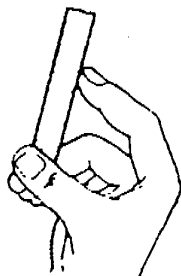
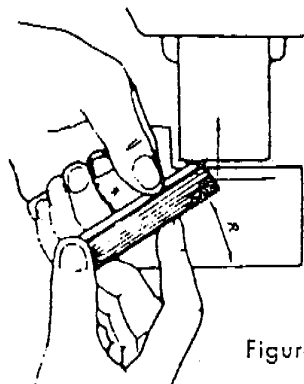

Figura 5
Figura 6
a. Asegure y sostenga, conforme figura 5, y esmerile conforme figura 6, inclinando ligeramente a fin de obtener al mismo tiempo un ángulo de incidencia lateral.